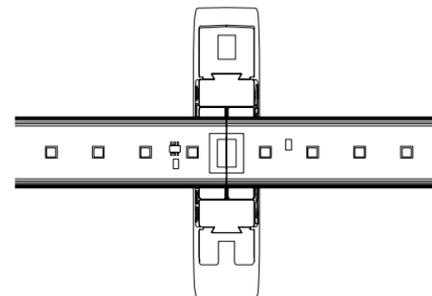

Figure 1
2. Placez la bande sur l'outil de coupe de la façon illustrée sur la Figure 1. Veillez particulièrement à aligner la ligne médiane du connecteur à bande avec la lame de l'outil de coupe.